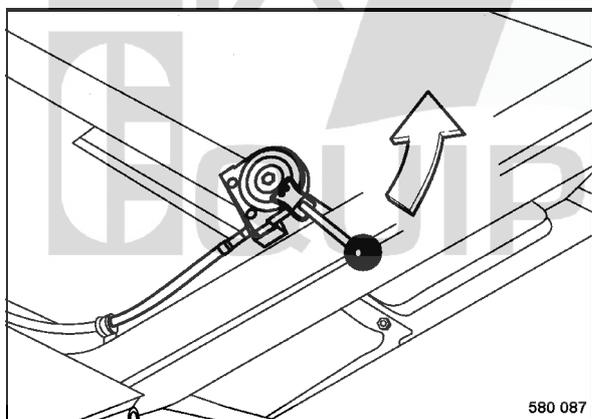

fig. 73
- Pousser le levier de déverrouillage (fig. 73) vers le haut tout en repoussant le capot un petit peu vers le haut.